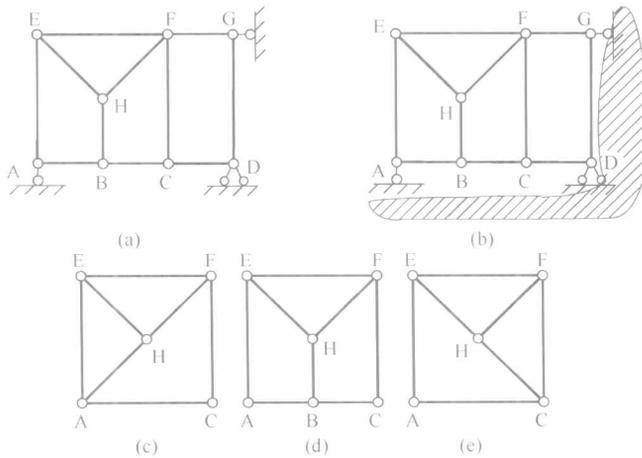

图 1.3-8
**【例 1-10】** 分析图 1.3-8(a)所示体系中 B 从 A 移动到 C 时，体系几何组成性质的变化规律。(10 分，北京交通大学，2006)